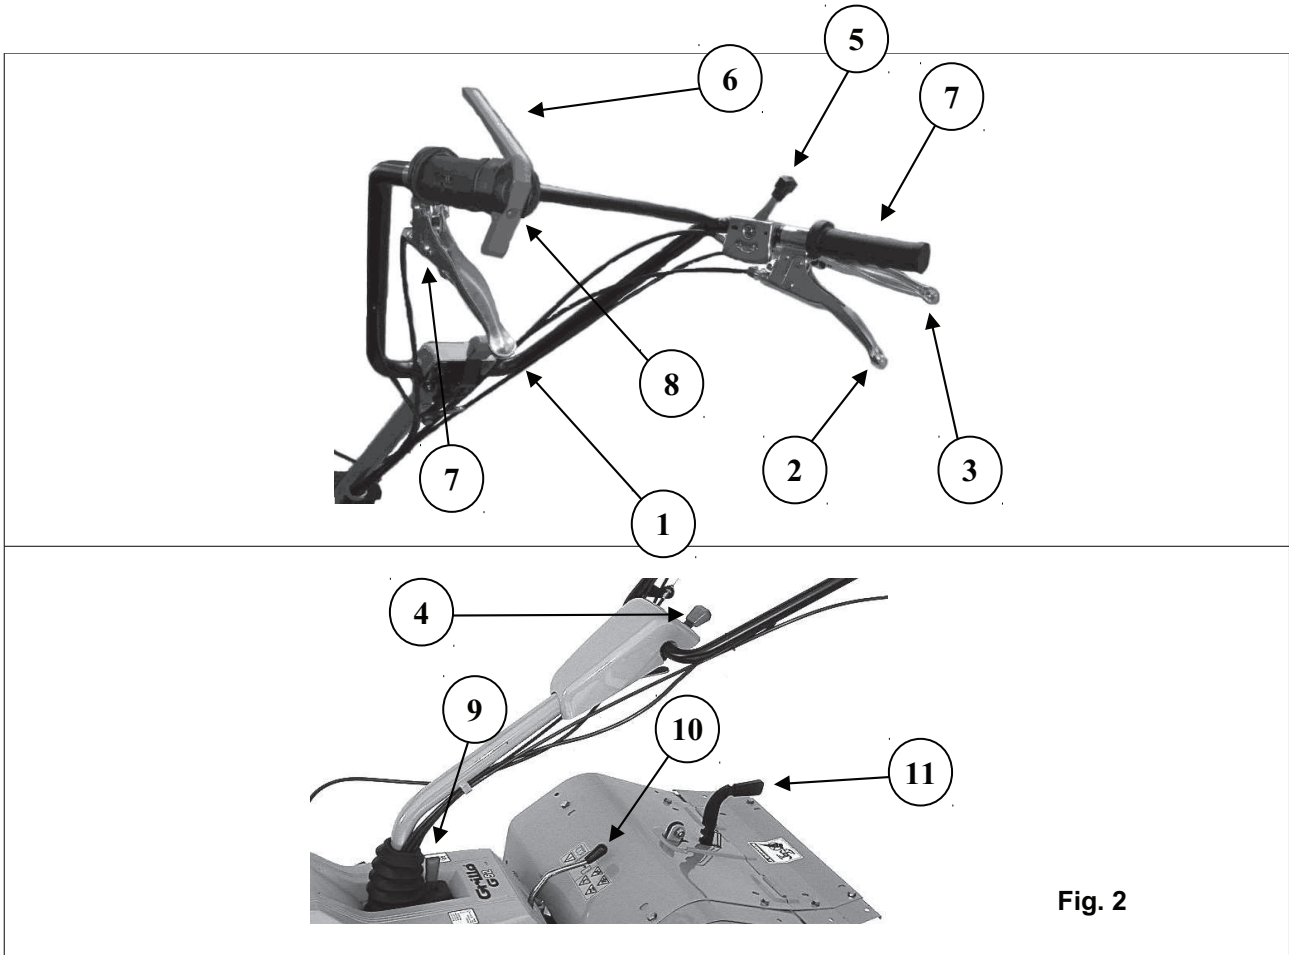

Fig. 2
- que la palanca de activación situada sobre el cárter cambio esté en posición libre (en la figura la herramienta está conectada). La palanca de mando avance (fig. 2 no. 1) esté en punto muerto (fig. 3).
- colocar las manceras en la altura justa (fig. 2 n. 4);
Abrir el grifo del carburante (fig. 7 n. 2) apretar hasta la mitad de su recorrido la palanca de mando gas (fig. 2 n. 5), enganchar el Motor Stop (fig. 2 n. 6) si el motor está frío y accionar el dispositivo de estárter sobre el carburador (fig. 7 n. 1) (ateniéndose al manual de instrucciones adjunto); tirar la empuñadura del arranque manual (fig. 8) y dar un tirón enérgico. Una vez encendido el motor, cuando comiencen las primeras explosiones, llevar el estárter a la posición RUN y después, lentamente la manecilla acelerador al mínimo.
Con el motor en régimen bajo, conectar la herramienta soltando la palanca no. 3 (fig. 2), acelerar oportunamente y soltar la palanca no. 1 que pone en movimiento las ruedas motrices (fig. 2 no. 1), la máquina se pondrá en movimiento. Tirando de la palanca no. 1 (fig. 2) la maquina se para. Tirando de la palanca no. 2 (fig. 2) la máquina retrocede. Para bloquear la palanca enganchar el dispositivo de bloqueo palanca (fig. 3). Accionando la palanca (fig. 9), se pueden desplazar lateralmente las manceras "1 posición a la derecha, 1 posición a la izquierda" en versión motocultor y en versión segadora.